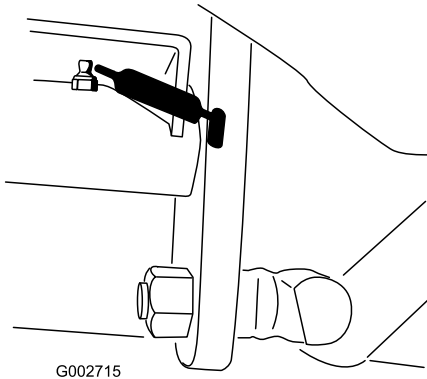

Figure 20
- 1 roulement de pivot de pédale de déplacement (Figure 20).